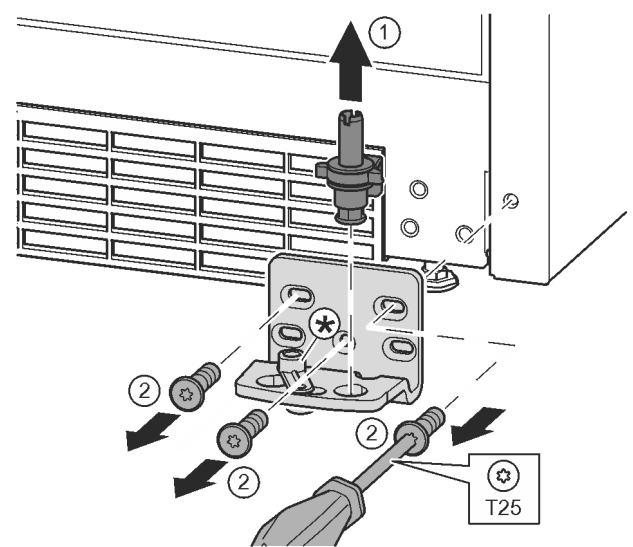

Fig. 16
- Lagerbolzen komplett nach oben herausziehen. Fig. 16 (1)
- Schrauben mit Schraubendreher T25 herausdrehen und Lagerbock abnehmen Fig. 16 (2)